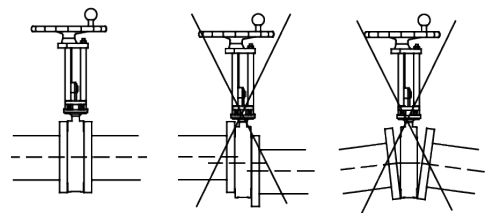

Fig. 5
3. Dra åt skruvarna först för hand, därefter jämnt och korsvis för att få en jämnt fördelad last över hela flänspackningen, enligt moment från packningstillverkaren. Ventiltypen **SLV, SLF, SLH** och **SLX** metalliska flänstättningsyta ska möta flänsens. Se fig. 5.